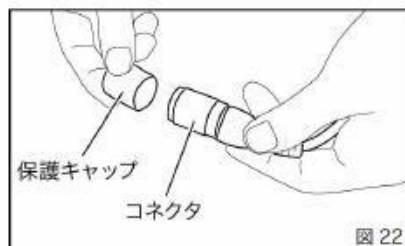

図 22
- ・モニタ本体とケーブルドラムを繋ぐコネクタを外し、ケーブルドラム側のコネクタに保護キャップを被せます。(図 22)